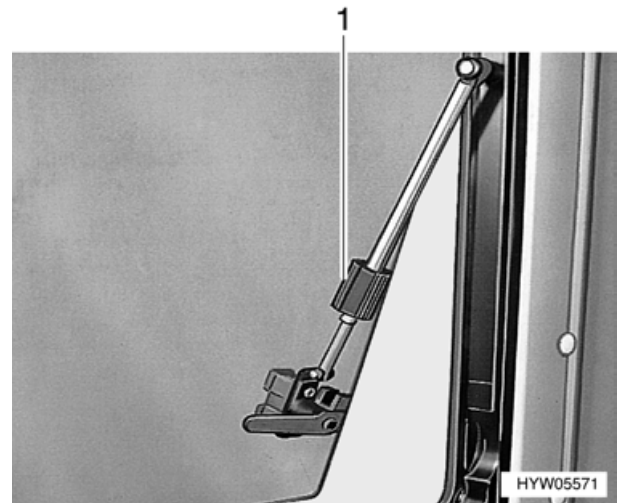

Bild 27 Ausstellfenster, geöffnet
- Ausstellfenster bis zur gewünschten Stellung öffnen und mit Rändelknopf (Bild 27,1) feststellen.
- Rändelknopf (Bild 27,1) drehen, bis Arretierung freigegeben wird.